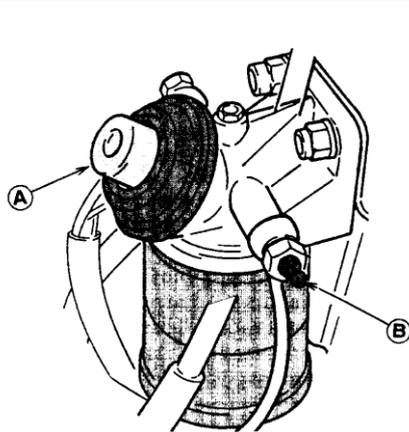

Fig.3
*e) Purge du circuit bas pression «avec pompe d'amorçage» (fig.3 et 4)*